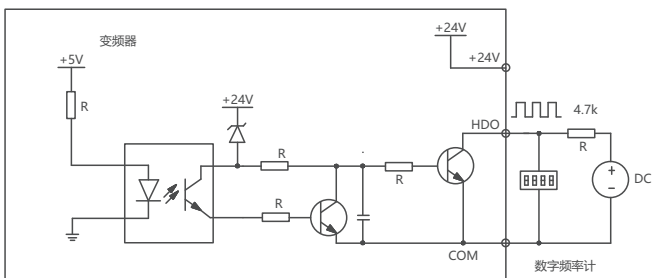

图5-8 输出端子HDO连接方式2
b) HDO用作数字脉冲频率输出，也可使用外部电源，接线方式如图5-8所示。